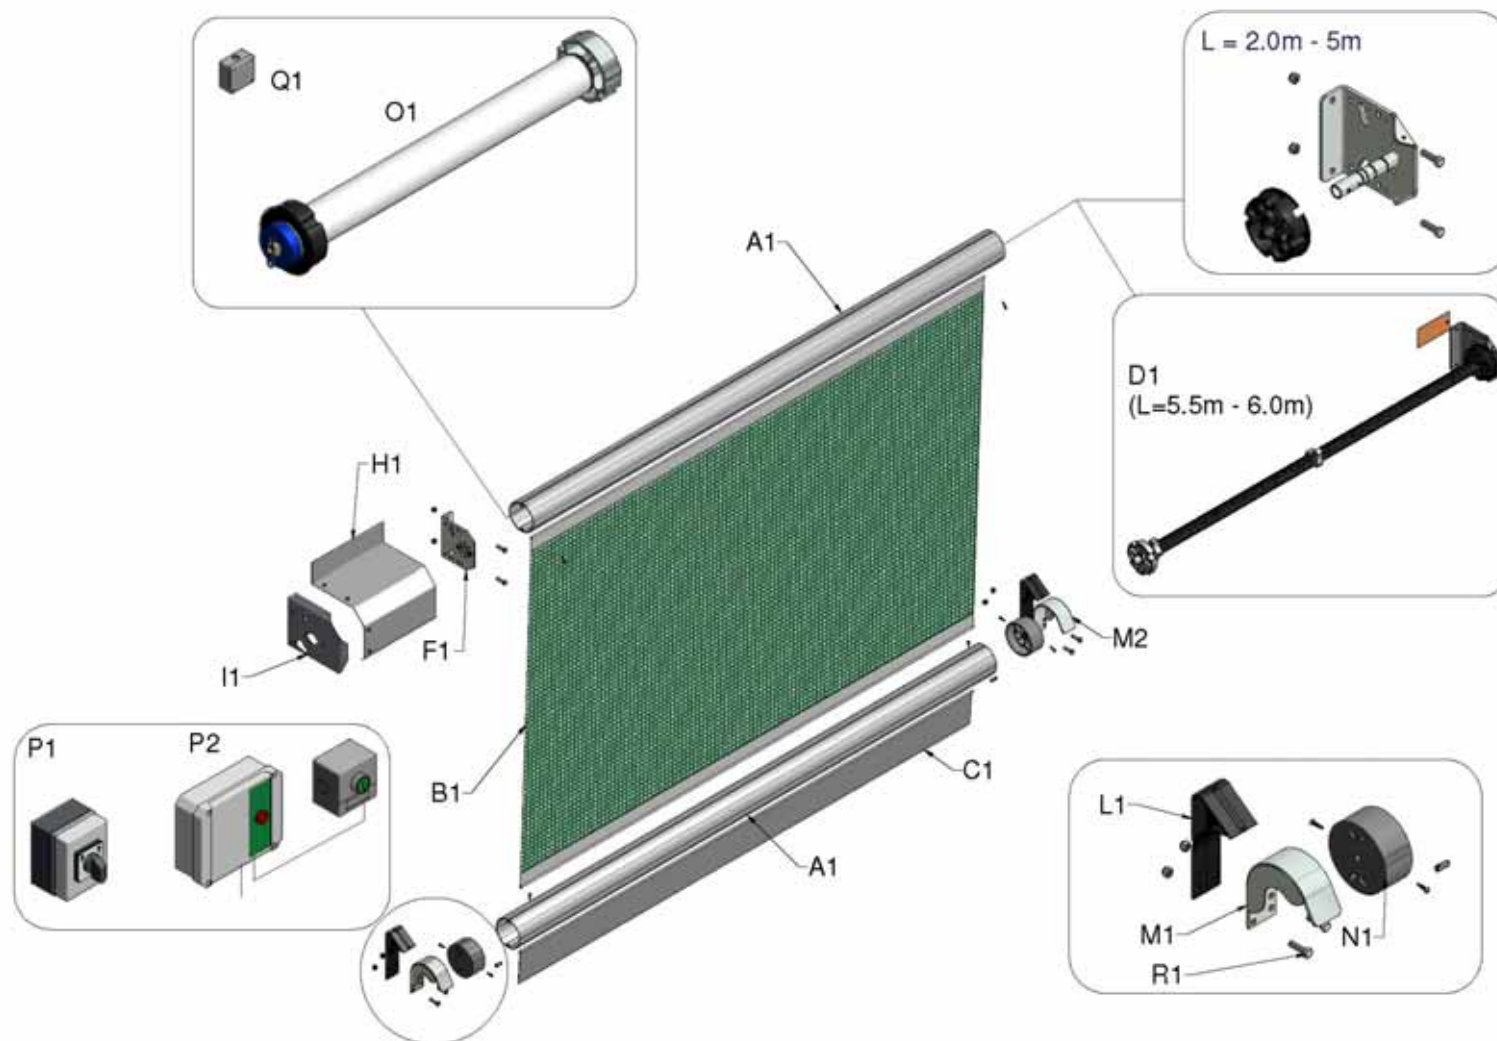

Abb. 1 – Systemüberblick und individuelle Bauteile
1. Überprüfen Sie den Inhalt der Tür -Packung anhand der o.g. Teileliste nach Abb. 1. Halten Sie das Netzmaterial von scharfen Gegenständen oder Kanten fern. Der Motor kann zu beiden Seiten der oberen Rohrschiene angebracht werden, der Einfachheit halber ist auf der Zeichnung ein Rollerdoor mit linksseitig angebrachtem Motor dargestellt (Antriebsende = linksseitig).